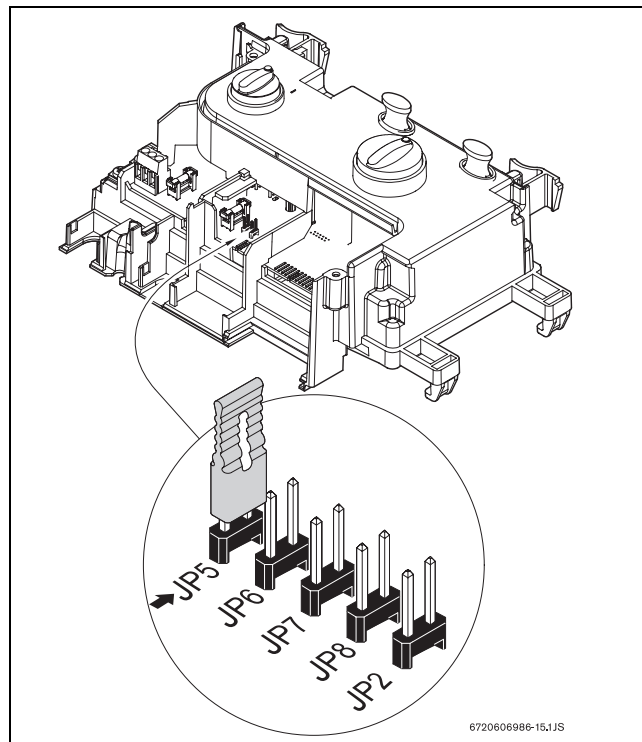

Fig. 18
- ▶ **Solo per WT17** - il ponticello JP5 è già inserito (vedere →Fig. 18) per tutti i tipi di gas. Per il WT 17 la trasformazione del gas è già ultimata, registrarla quindi nella targhetta delle caratteristiche dell'apparecchio.